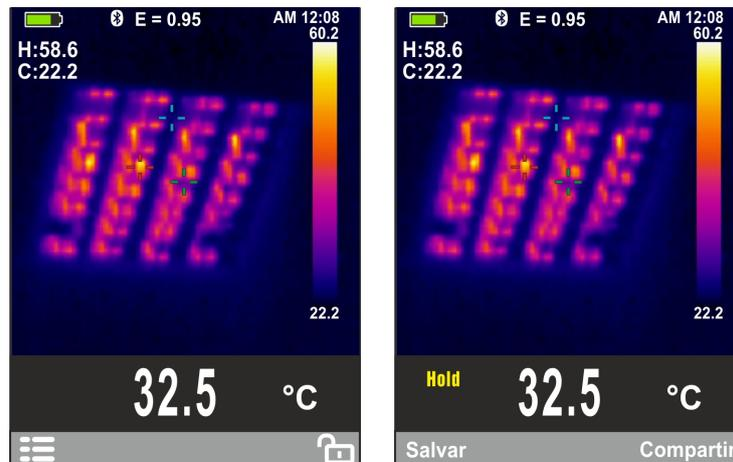

Fig. 16: Guardar imagem IR
8. Premir o botão trigger **T** para fixar o ecrã no display. A mensagem “HOLD” aparece no display além dos botões **Guardar (Salva)** e **Partilhar (Condividi)** (ver Fig. 16 – parte direita)